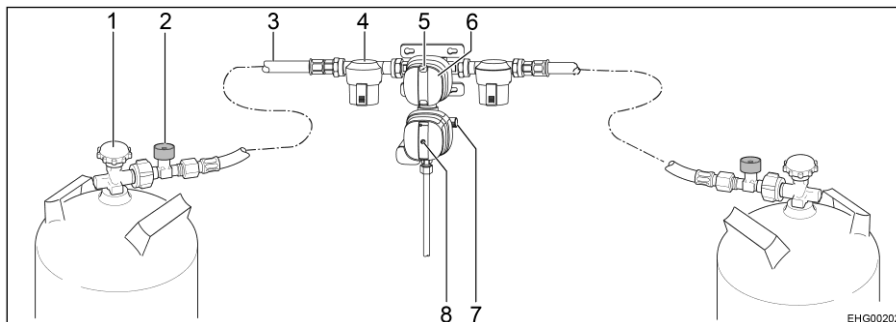

Fig. 125 Système de réglage de la pression de gaz de sécurité DuoControl CS
Le système de réglage DuoControl se compose d'une valve de commutation et d'un capteur de crash. Le système de réglage DuoControl est monté entre les tuyaux haute pression (Fig. 125,3) avec une sécurité de rupture de tuyau (Fig. 125,2). Un bouton rotatif (Fig. 125,6) situé sur la valve de commutation permet de définir laquelle des bouteilles de gaz est celle de service et laquelle est celle de réserve.
L'état de l'alimentation en gaz est affiché sur le regard (Fig. 125,5) :
Le capteur de crash coupe l'arrivée du gaz en cas de secousses importantes (par exemple accident). L'état de service du capteur de crash est reconnaissable à la position du bouton Reset jaune (Fig. 125,8) :
- Quand le bouton Reset jaune (Fig. 125,8) est enfoncé, le capteur de crash est opérationnel.
- Quand le bouton Reset jaune (Fig. 125,8) n'est pas enfoncé, le capteur de crash **n'est pas** opérationnel. Mise en service voir ci-dessous.
La sécurité de rupture de tuyau (Fig. 125,2) coupe l'arrivée de gaz quand le tuyau raccordé se rompt. La sécurité de rupture de tuyau s'active en appuyant sur la touche verte.
- Choisir la bouteille de gaz avec le bouton rotatif (Fig. 125,6) de la valve de commutation à partir de laquelle le gaz sera utilisé principalement (bouteille de service). Toujours tourner le bouton rotatif à fond.
- Ouvrir les robinets principaux (Fig. 125,1) des bouteilles de gaz.
- Appuyer sur la touche verte de sécurité de rupture de tuyau (Fig. 125,2) pendant environ 5 secondes. Le repère vert est affiché sur le regard (Fig. 125,5).
- Quand le capteur de crash s'est déclenché (le bouton Reset jaune (Fig. 125,8) n'est pas enfoncé) :
Enfoncer fermement le bouton Reset (Fig. 125,8), le tourner légèrement dans le sens des aiguilles d'une montre et le maintenir environ 5 secondes enfoncé. S'assurer que le bouton Reset reste en position enfoncée ("opérationnel").
- Fermer les robinets principaux (Fig. 125,1) des bouteilles de gaz.
Le voyant de contrôle vert (Fig. 126,6) s'éteint durant le fonctionnement et le voyant de contrôle rouge (Fig. 126,5) s'allume quand la bouteille de service est vide et doit être remplacée. Le repère rouge est indiqué sur le regard (Fig. 125,5) de la bouteille de gaz correspondante. La bouteille de réserve alimente les appareils à gaz.
- Tourner le bouton rotatif (Fig. 125,6) à fond en direction de la bouteille de gaz actuellement utilisée. Cette bouteille de gaz devient alors la bouteille de service, la bouteille vide devient celle de réserve. Le repère dans le regard (Fig. 125,5) passe du rouge au vert.
- Fermer le robinet principal (Fig. 125,1) de la bouteille de gaz vide. Observer le sens de la flèche.
- Appuyer sur la touche verte de la sécurité de rupture de tuyau (Fig. 125,2).